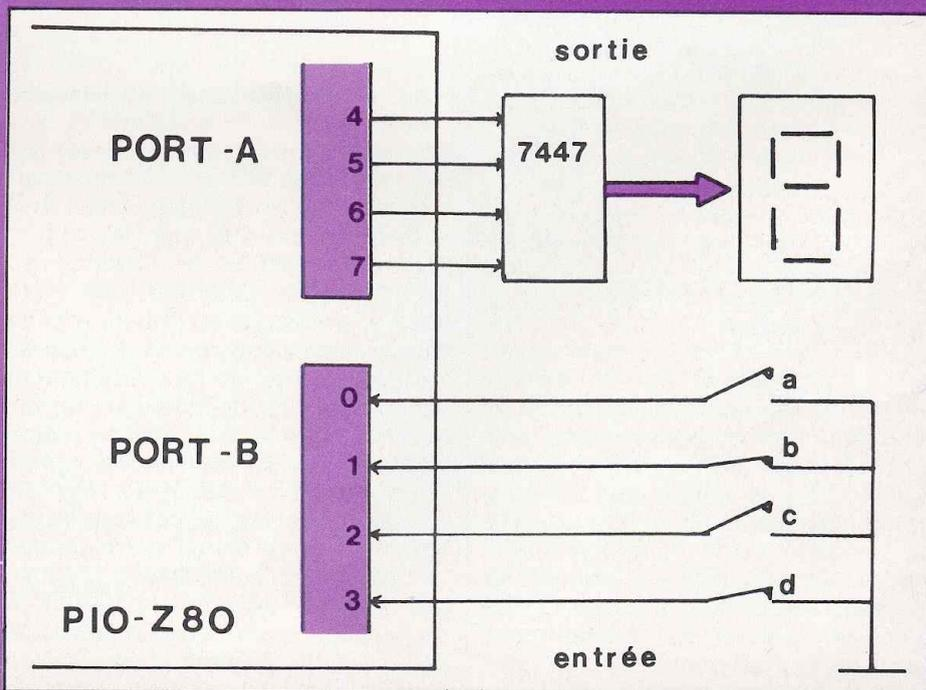

Fig. 1 : Interfaces Sortie et Entrée.
**L**e principal rôle du PIO est de réaliser l'interfaçage entre le microprocesseur et l'environnement. Par exemple pour visualiser (figure 1) un caractère hexadécimal sur un afficheur led, sept segments, le CPU dépose dans le registre A (registre de sortie du PIO) la donnée (un quartet). Ce registre joue le rôle de mémoire tampon. Le CPU peut continuer sa tâche, et notamment le bus de données est disponible, tandis que le caractère est maintenu affiché. Le registre A est dit être « en mode Sortie ».